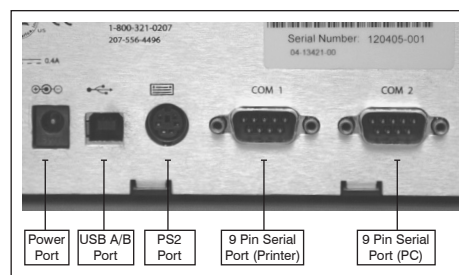

Figure 2: Back of the IDEXX SNAPshot DSR Reader
SNAPshot DSR リーダーの設定は簡単で、数分間で終了します。PS/2 ポートから SNAPshot DSR リーダーに PS/2 キーボードを接続します (図 2 を参照)。操作にはキーボードの Tab キーや Enter キーを使用します。ロット番号、サンプル ID、検査員 ID の入力には英数字キーを使用します。
3. SNAPshot DSR リーダーの背面にある電源ポートに電源パックを差し込みます (図 2 を参照)。電源コードの一端を電源パックに差し込み、もう一端を (AC 接地した) 壁コンセントに差し込みます。